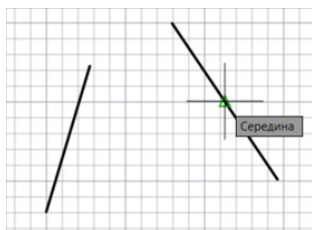

Рис. 32. Маркер и всплывающая подсказка *Середина*
- подводим указатель мыши к середине отрезка – появится маркер и всплывающая подсказка *Середина* (рис. 32), щелкаем, указывая точку в качестве первой точки (конточки) отрезка. От середины отрезка потянется резиновая лента;